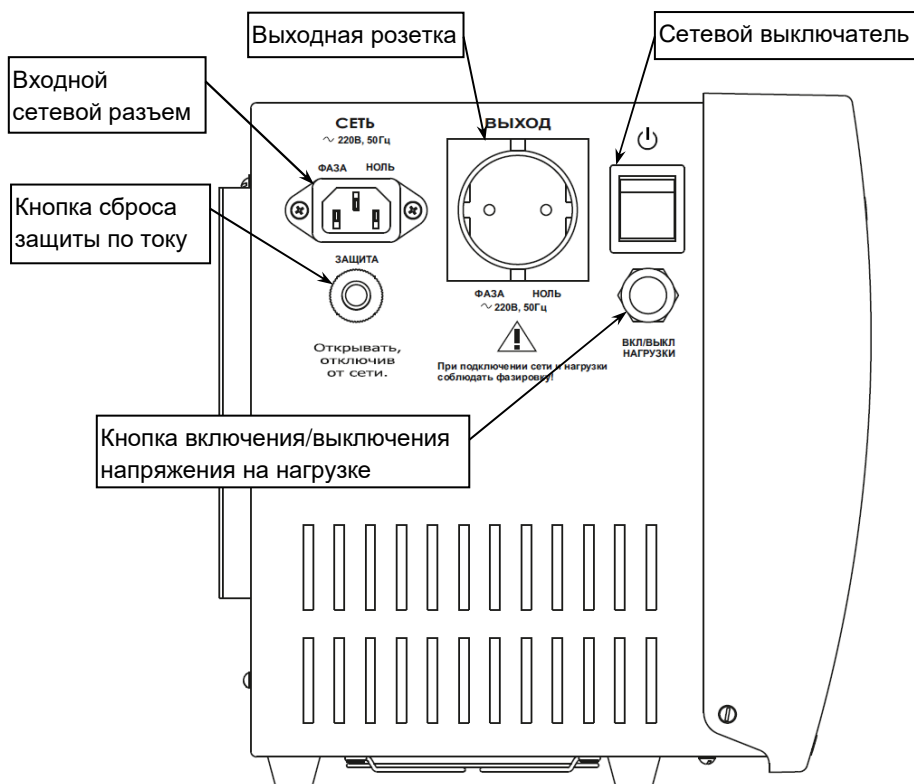

Рисунок 2 — Вид изделия слева
На левой стенке корпуса изделия размещены: входной сетевой разъем, автоматический предохранитель с кнопкой сброса защиты при его срабатывании, выходная розетка, сетевой выключатель и кнопка включения/выключения выходного напряжения на нагрузке (см. рисунок 2).
- Включить изделие, установив сетевой выключатель в положение «ВКЛЮЧЕНО» (I). При наличии входного сетевого напряжения в допустимом диапазоне (см. п.2 таблицы 1), изделие включит графический индикатор, заряд АКБ и подаст напряжение на нагрузку в режиме «ОСНОВНОЙ»;
- Чтобы выключить изделие, необходимо установить сетевой выключатель изделия в положение «ВЫКЛЮЧЕНО» (O) и длительно (до звукового сигнала) нажать кнопку включения/выключения напряжения на нагрузке (см. рисунок 2). Изделие выключит графический индикатор, заряд АКБ и напряжение на нагрузке.
Длительно, до звукового сигнала нажмите кнопку (см. рисунок 2) изделие выключит выходное напряжение, все сегменты индикатора погаснут.
Переключите сетевой выключатель в положение «ВЫКЛЮЧЕНО» (O). Длительно, до звукового сигнала нажмите кнопку (см. рисунок 2). Прозвучит четырехкратный бип-сигнал, сегмент  РЕЗЕРВ индикатора включится, изделие перейдет в режим питания нагрузки от АКБ («РЕЗЕРВ»).